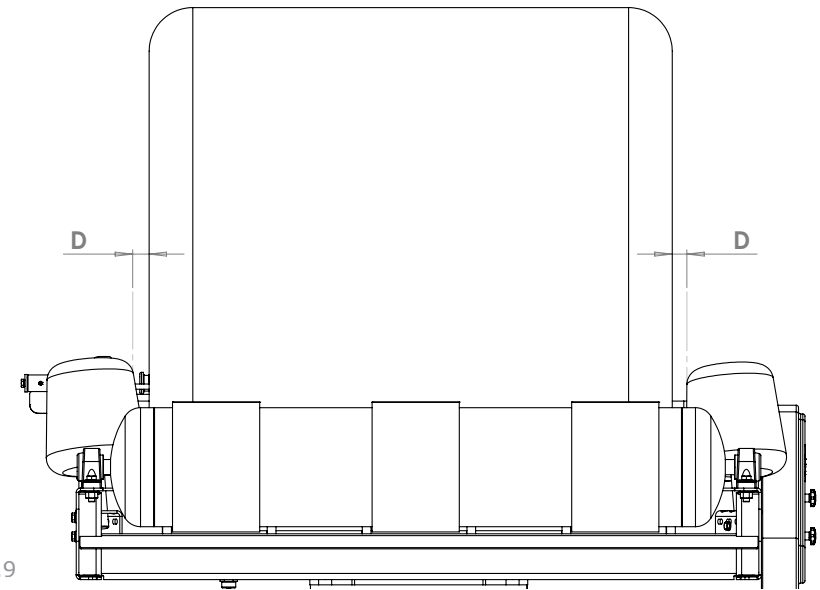

Fig. 6.9
Para conseguir la estabilidad de la paca durante el proceso de encintado, es posible ajustar los rodillos de soporte a diferentes tamaños de pacas. Es importante que los rodillos de soporte se ajusten de modo que la paca se sitúe en la zona media de la mesa. Cuando la paca esté en la mesa (consulte la Fig. 6.9), la distancia entre los extremos de la paca y los rodillos de soporte (D) debe ser < 50 mm.